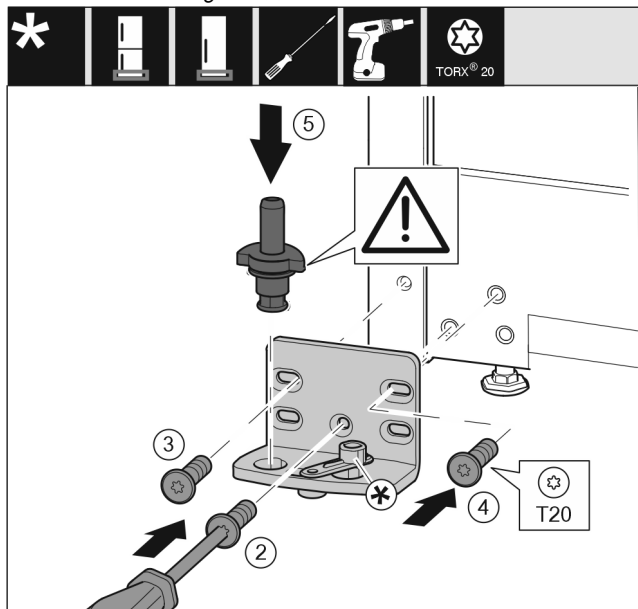

Fig. 43 *
- Placer le support de palier de l'autre côté et le visser avec un tournevis. Commencer par la vis Fig. 43 (2) en bas au milieu.*
- Serrer la vis Fig. 43 (3) et la vis Fig. 43 (4).*
- Insérer complètement l'axe de palier Fig. 43 (5). Veiller à ce que l'ergot soit orienté vers l'arrière.*